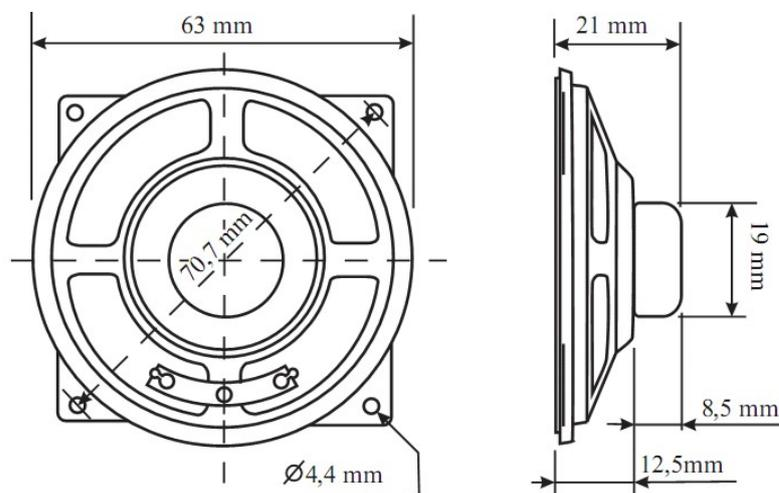

Рис.4. Громкоговоритель
7.3 Подключить громкоговоритель к разъему ХТ4. Внешний вид и габаритные размеры громкоговорителя показаны на рис.4.